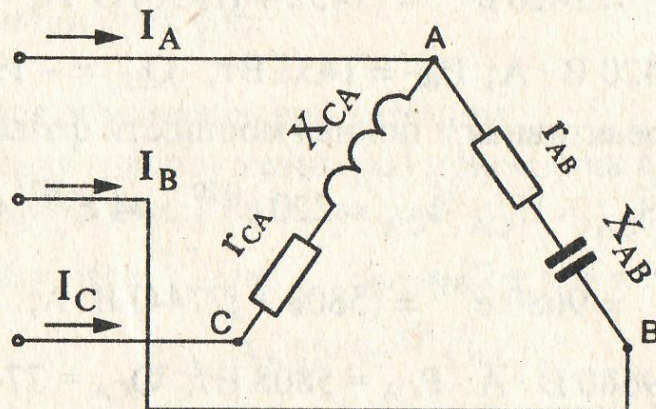

Рис. 2.8
9. При обрыве фазы ВС сопротивление ее равно бесконечности, следовательно, ток в ней равен нулю ( $I_{BC} = 0$ ). Токи в фазах АВ и СА останутся такими же, как до обрыва фазы ВС, вследствие того, что линейные, а, следовательно, и фазные напряжения не изменяются (рис. 2.8), то есть